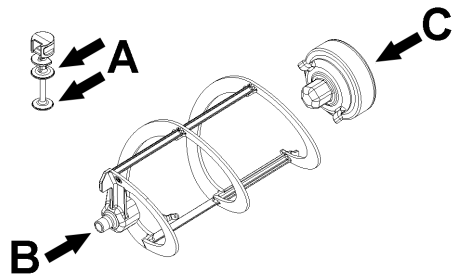
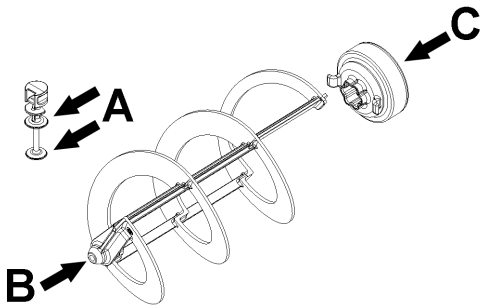

Bild 16
Bild 17
- 2 Den Kolben des Zapfhahns, den Sechskantanschluss und den Rührarm an den in (Bild 16) (B-Frozen 6) o (Bild 17) (B-Frozen 10) gezeigten Punkten schmieren, dabei ausschließlich das dem Gerät mitgelieferte Schmierfett oder andere Fette verwenden, die den Vorschriften der Nahrungsmittelindustrie